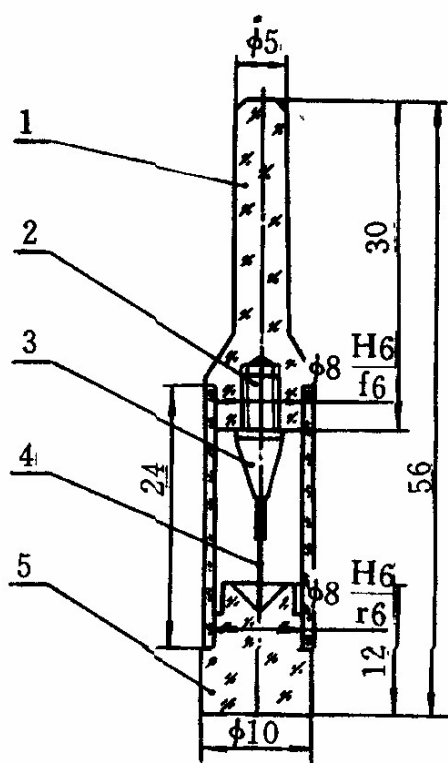
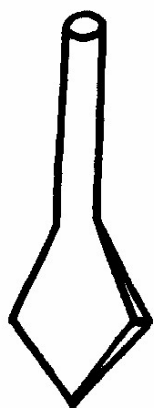

图 1-21 油杯
图 1-22 油针外形图
(1) 油杯 (见图 1-21): 油杯由柄 1、连接件 2、套筒 3、油针 4 和油杯座 5 组成。油杯座的凹槽内贮放表油, 它与套筒之间为过渡配合, 这样便于将套筒拆下来对油杯座进行清洗。柄与套筒之间为松动配合。油针牢牢地插在连接件的孔里。为了增强注油效果, 可以把油针的端部挤扁, 然后磨成铲子形状 (见图 1-22)。柄、套筒和油杯座的材料均为有机玻璃, 既美观又透明。油针的材料是钢丝。